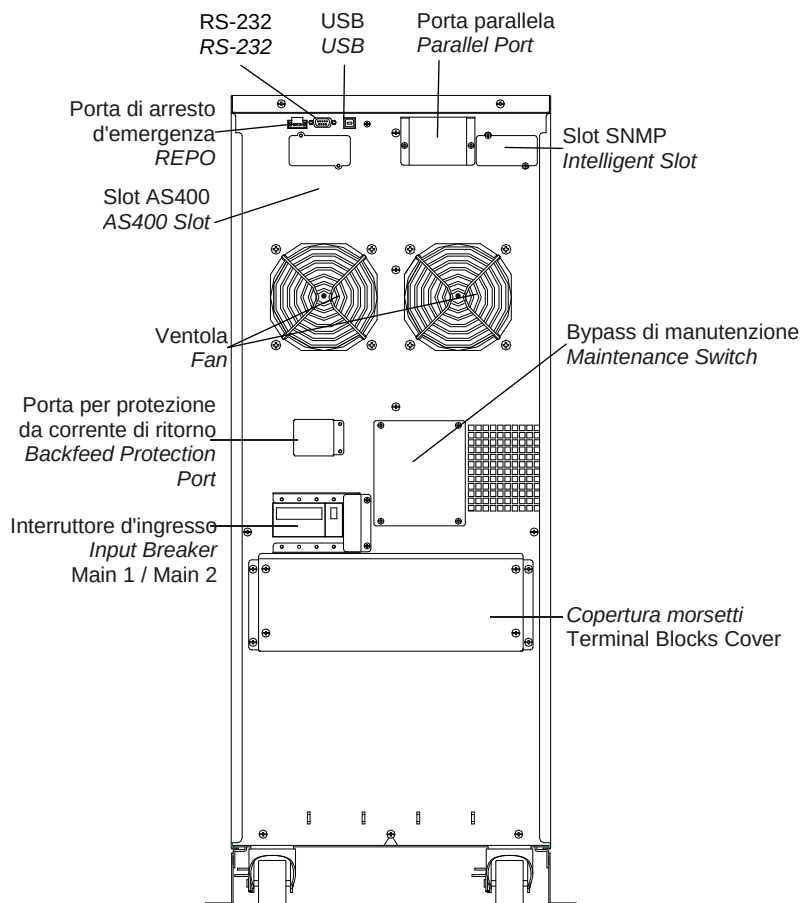

Figura 26: Opzioni di comunicazione XANTO S 10000 3/1
Per permettere la comunicazione tra l'UPS e un computer, collegare il computer a una delle interfacce di comunicazione dell'UPS mediante un cavo dati idoneo (cavo RS-232 fornito in dotazione). Nella Figura 26 è rappresentata la posizione delle interfacce di comunicazione.
Il sistema XANTO S è dotato di due slot (vedi Figura 26) per le seguenti schede opzionali d'interfaccia:
2. Rimuovere il pannello con la scritta "Maintenance Switch" sul lato posteriore dell'UPS (vedi Figura 26). Ruotare ora il bypass di manutenzione (Maintenance Switch) dalla posizione UPS in posizione BYPASS.